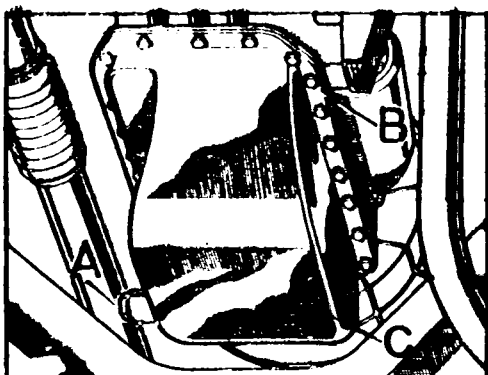

Fig. A3-72 Desmontaje del cárter de aceite
- 1.2. Vaciar el aceite desmontando el tapón, A (Fig. A3-72).
- 1.3. Desmontar los tornillos de fijación, B (Fig. A3-72) y retirar el cárter, C, con su junta.
- 2.2. Aplicar una capa de HYLOMAR-PL 32/L en ambos lados de la nueva junta del cárter, situar ésta en su sitio y montar el cárter, C (Fig. A3-72), fijándolo con sus tornillos, B, e instalar el tapón de vaciado, A.